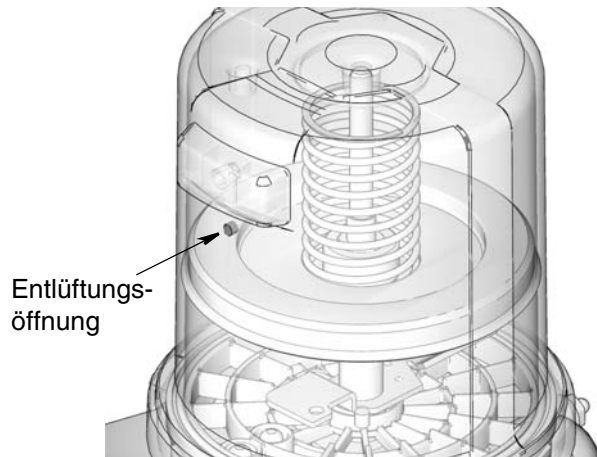

ABB. 20
3. Befüllen Sie den Schmiermittelbehälter mit Schmiermittel, bis die Dichtung der Folgeplatte die Entlüftungsöffnung erreicht (ABB. 20) und der Großteil der Luft aus dem Schmiermittelbehälter verdrängt worden ist.